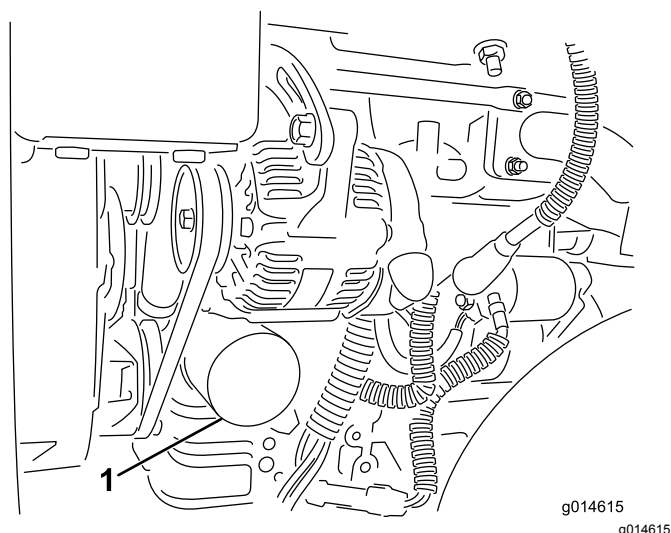

Figura 34
2. Togliete il filtro dell'olio (**Figura 34**). Spalmate un leggero strato di olio pulito sulla nuova guarnizione del filtro.